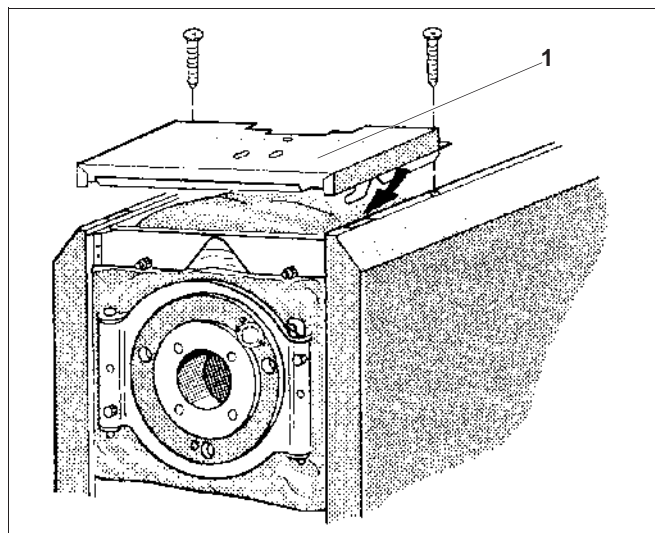

Рис. 12 Установка передней крышки котла
- Уложите переднюю верхнюю крышку котла (рис. 12, **поз. 1**) сверху на отбортовку боковых стенок и сдвиньте вперед до защелкивания обоих крюков справа и слева в вырезах (рис. 12).
- Вставьте в отверстия на планке передней крышки (рис. 12, **поз. 1**) 2 самореза и заверните их в отбортовку боковых траверс (рис. 12, стрелка).